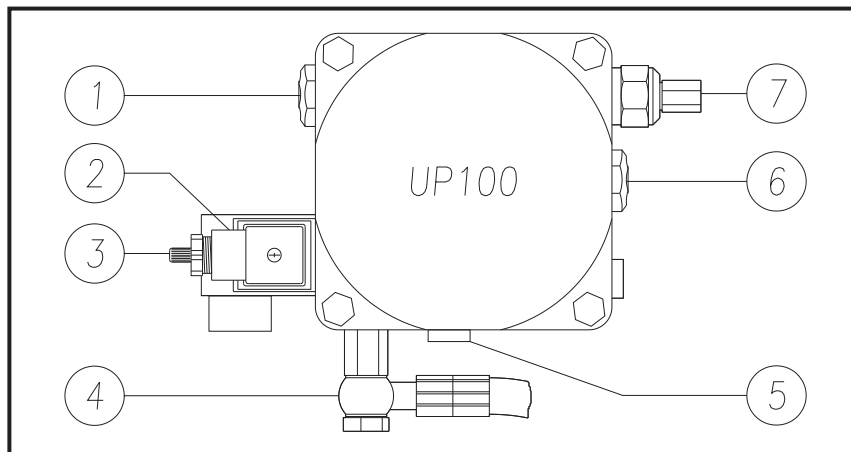

Fig.17
- in caso di sovraccarico del sollevatore interviene la valvola di massima pressione (18, fig.17) posta sulla centralina oleodinamica.
- the maximum pressure valve (18, fig.17), located on the hydraulic oil power unit, will trip if the lift is overloaded.